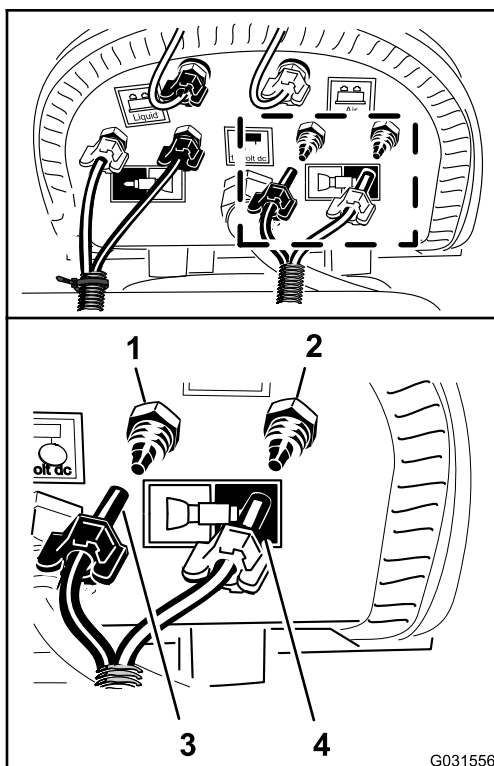

Figura 214
7. Collegate il tubo non marcato (senza fascetta per cavi) allineando il tubo blu per la sezione della barra di sinistra sul raccordo di compressione per il circuito dell'acqua della sezione della barra di sinistra (Figura 214).
8. Montate il dado di compressione del tubo sul raccordo e serrate il dado manualmente (Figura 214).
9. Allineamento del tubo trasparente per la sezione della barra di sinistra sul raccordo di compressione per il circuito dell'aria della sezione della barra di sinistra (Figura 214).
10. Montate il dado di compressione del tubo sul raccordo e serrate il dado manualmente (Figura 214).